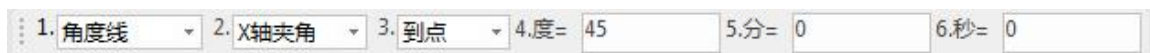

图 2-7 角度线立即菜单
【角度线】方式使用立即菜单进行交互操作，【角度线】功能的立即菜单如图 2-7 所示。
- 1) 单击立即菜单中【X 轴夹角】选项，弹出如图 2-7 所示的下拉菜单，用户可选择夹角类型。如果选择【直线夹角】，则表示画一条与已知直线段指定夹角的直线段，此时操作提示变为【拾取直线】，待拾取一条已知直线段后，再输入第一点和第二点即可。